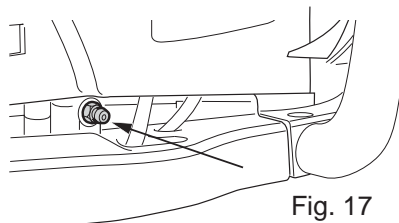

Fig. 17
- > Toutes les 20 heures de travail, remplissez le lubrificateur avec un lubrifiant de bisulfure de molybdène spécial (Fig. 17).